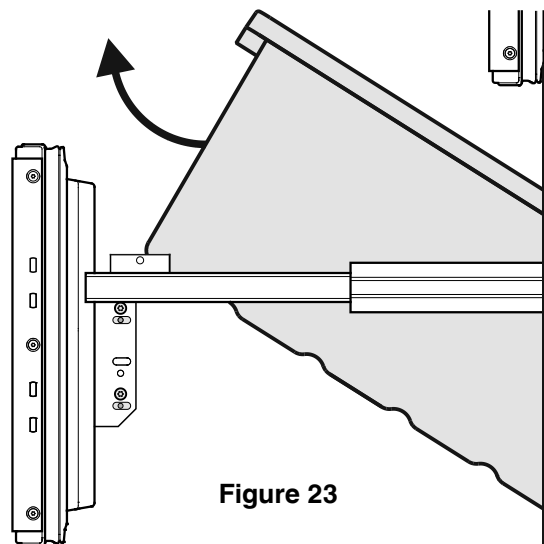

Figure 23
- Basculer le récipient et le retirer - **Figure 23.**